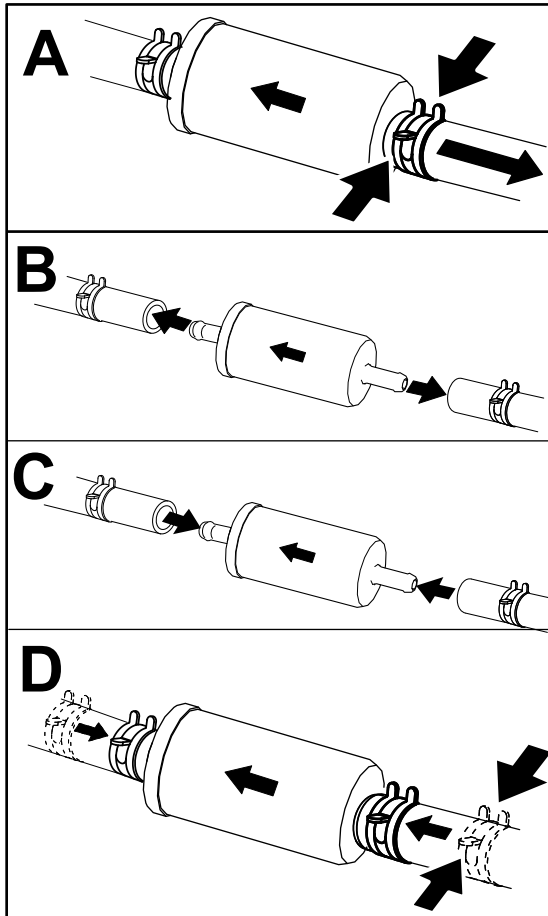

Figura 49
3. Cambie el filtro (Figura 49).